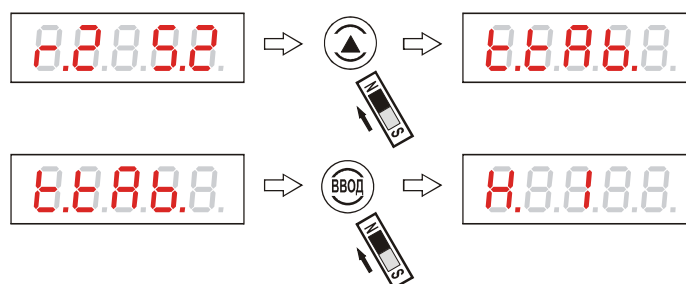

Рисунок 53 - Переход к вводу тарифовочной таблицы
2.8.16 Для входа в подраздел программирования точек тарифовочной таблицы резервуара «t.tAb.» необходимо выбрать этот подраздел кнопкой «↑» и «нажать» «ВВОД», рисунок 53: